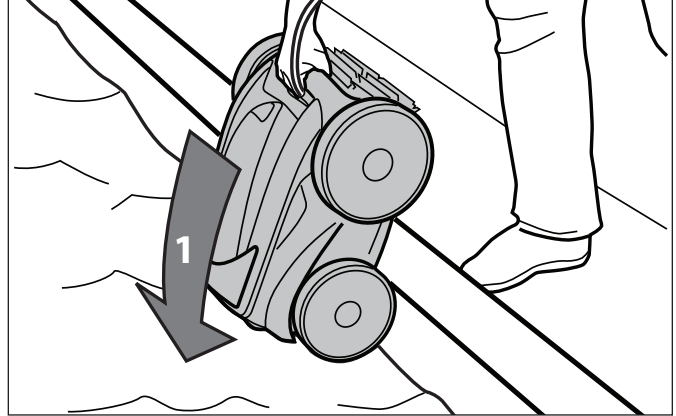

Figura 16. Submerjiendo el limpiafondos verticalmente
1. Sumerja el limpiafondos en la piscina y elimine el aire atrapado en el interior, colocando la unidad verticalmente. Vea la Figura 16.